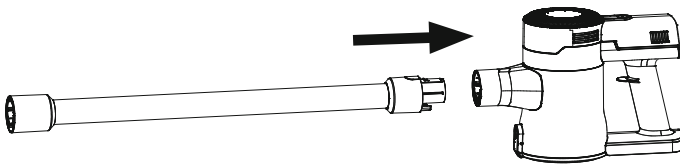

Abb. 1
1. Stecken Sie das Verlängerungsrohr (15) in die Saugöffnung (1). Achten Sie darauf, dass es fest sitzt und hörbar einrastet (siehe Abb. 1).